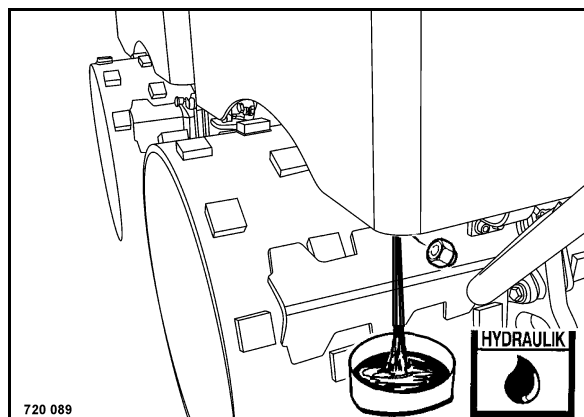

Рис. 124
- Отвинтить резьбовую заглушку (Рис. 124) и слить все масло для гидросистемы.